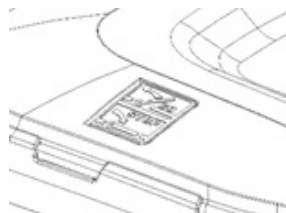

Рис. 14
- Как только флажок упадет, это значит, что травосборник полный. (рис. 14) Немедленно необходимо очистить травосборник от скошенной травы.